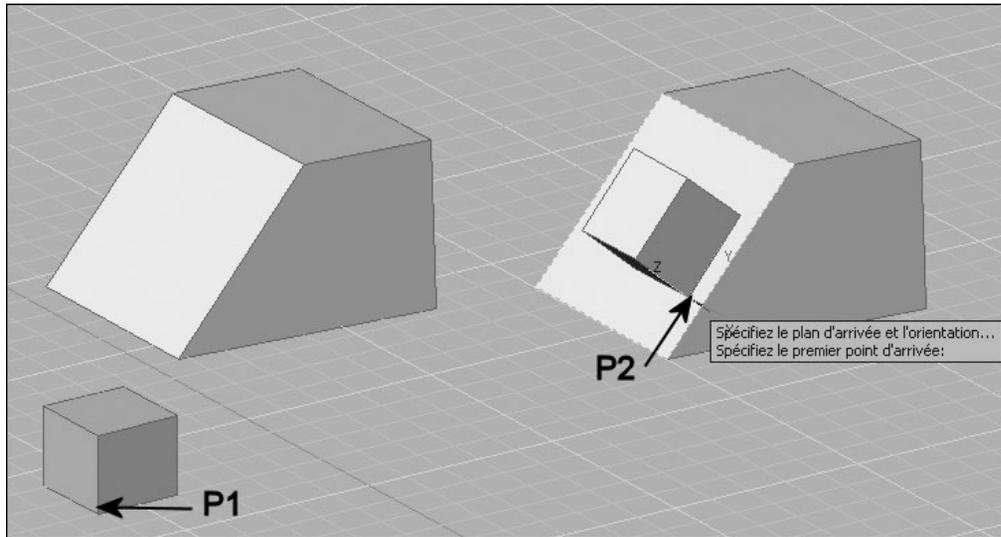

Fig.20.35
- 7] Spécifiez le premier point d'arrivée (P2) et appuyez sur Entrée si la position de base est correcte, sinon pointez un second voir un troisième point pour orienter l'objet (fig.20.35).